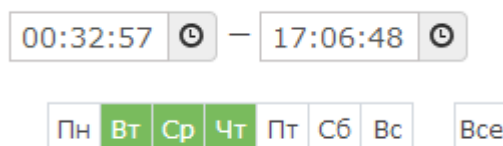

Рисунок 9.67 — Добавление временного интервала
3. В столбце **Временная зона** (рисунок 9.67) укажите временной интервал и дни недели, в течение которых разрешено управление разделами сигнализации и точками доступа. Часы, минуты, секунды начала/окончания временного интервала можно вписать вручную или выбрать с помощью дополнительного инструмента, который можно открыть по кнопке . Дни недели выбираются щелчком левой клавишей мыши. При необходимости выбора всех дней недели, нажмите на кнопку **Все**.